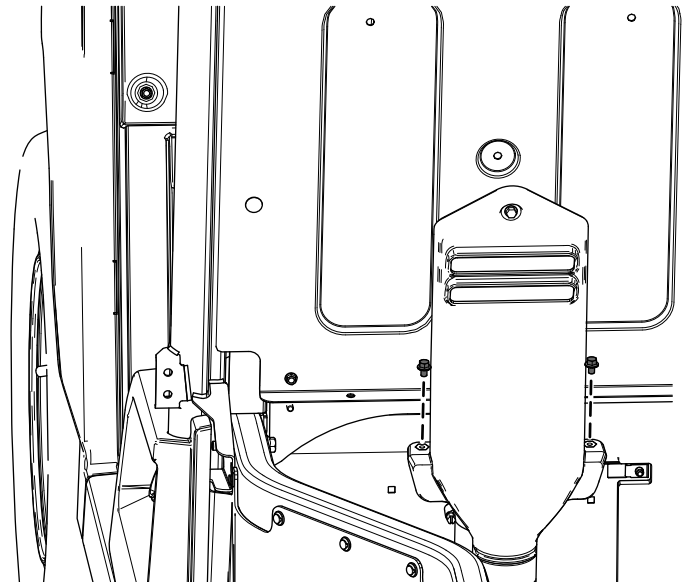

Figure 23
A. Retirez les 2 boulons à embase ($\frac{1}{4}$ " x $\frac{3}{8}$ ") du capot d'admission de CVT (Figure 23).